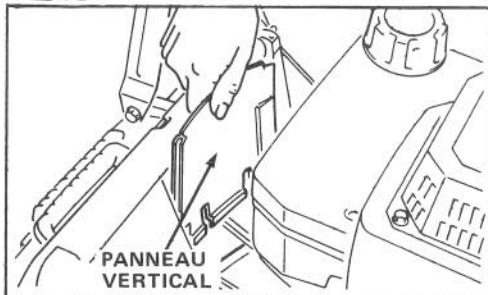

Figure 26
3. Retirer le panneau vertical situé devant la transmission en le tirant droit vers le haut (Fig. 26).